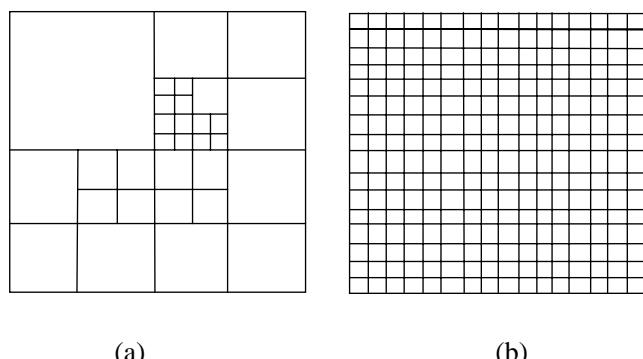

図 11: スカラ計算機、ベクトル計算機での違い
複雑なメッシュデータに対してPVR処理を高速で行うのは困難である。その理由は、①隣接情報を事前に作成しておく必要がある。②階層構造でデータを扱うのは効果的であるが、非構造格子について階層構造を作ることは難しい。③不規則な形状ではPVRの合成処理が複雑になる。④点の同定が構造化メッシュに比べて非常に困難である。そこで効率よい処理のために直交メッシュへの変換が必要である。しかしながら、同等の精度を維持してこの処理を行うと随分大きなメモリスペースが必要となる。またボリュームレンダリングの処理に時間がかかるてしまう。そこで通常は8分木手法による階層型のデータ構造を採用する。これにより、トータルのボクセルの数を減らしても、内部情報の詳しさは維持できる（図11(a)）。
一方、ベクトル計算機ではBONOはベクトル化されないため効率的ではない。そのため従来型の直交メッシュへの分割を行い1次元配列での処理となるようにしている。これによりベクトル化が実現できる（図11(b)）。